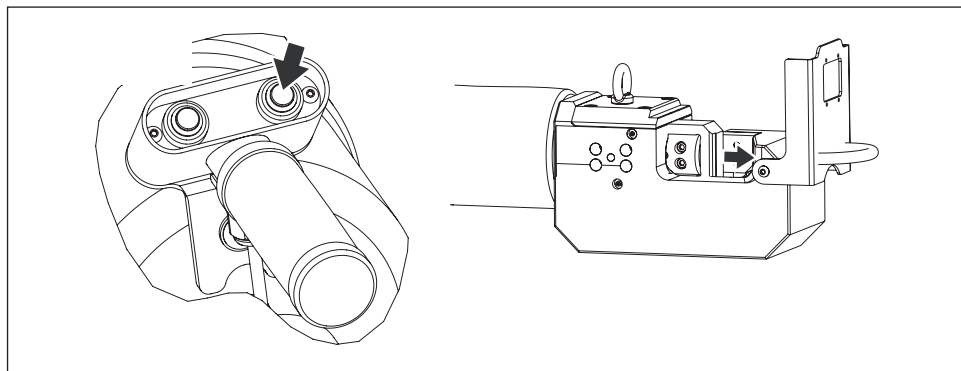

Figura 11, Operación – avance/corte
- Pulse y mantenga pulsado el botón de **avance** para avanzar el pistón y deslice la cuchilla móvil hacia adelante. Véase Figura 11.